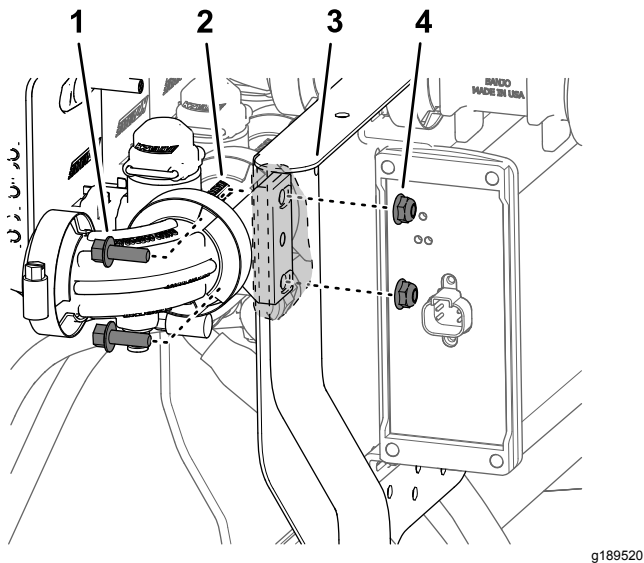

Figura 66
3. Monte a válvula do bico 10 na montagem da válvula (Figura 66) com os 2 parafusos de cabeça flangeada ($\frac{1}{4} \times \frac{3}{4}$ pol.) e as 2 porcas de bloqueio flangeadas ($\frac{1}{4}$ pol.) que retirou no passo 2 de Desmontar as válvulas da secção da rampa da montagem do coletor (página 26).